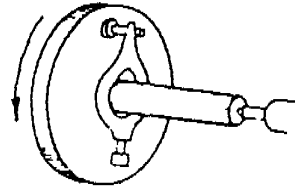

Figura 4
- c. Posicione y fije la brida ( Figura 4 ).